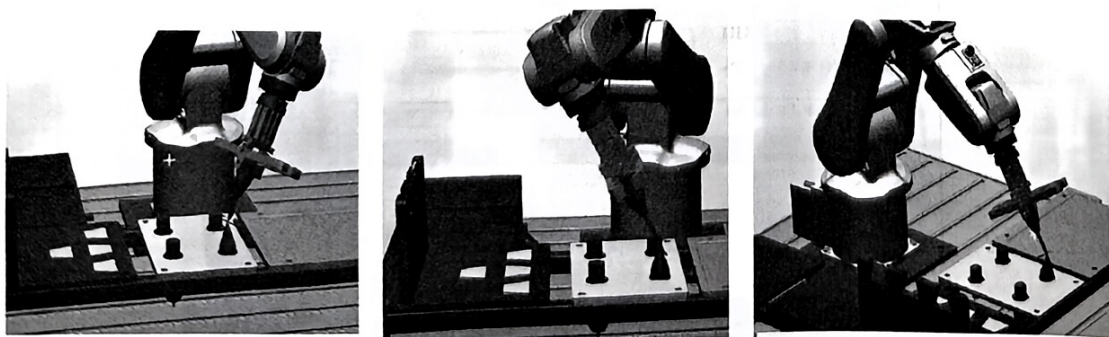
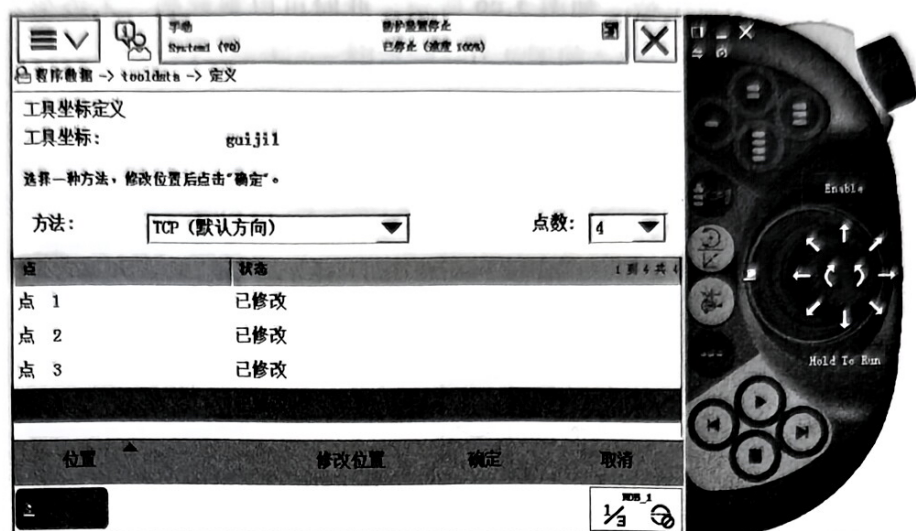
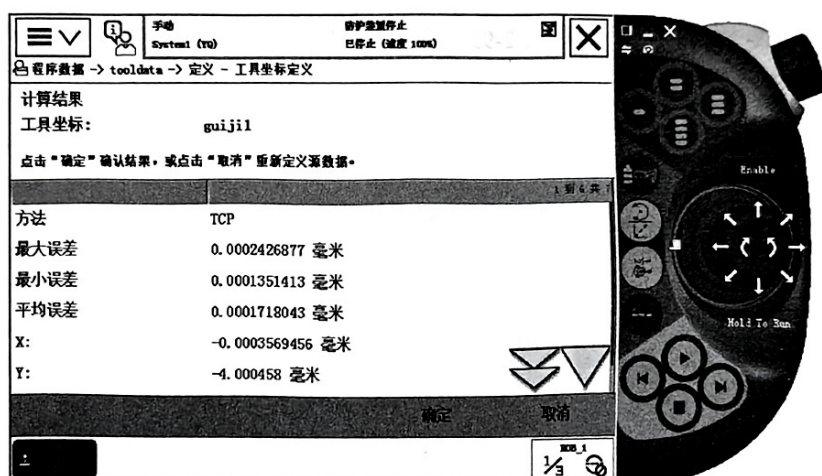

图 2-95 步骤 11) (一)
图 2-96 步骤 11) (二)
图 2-97 步骤 11) (三)
11) 使用单轴模式或重定位运动模式尽量以不同的姿态触碰标定点, 如图 2-95 所示。在示教器界面上依次单击点 2~点 4 的“修改位置”, 单击“确定”, 如图 2-96 所示。再次单击“确定”确认结果, 如图 2-97 所示。